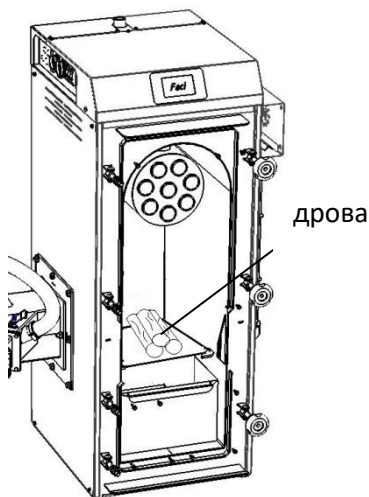
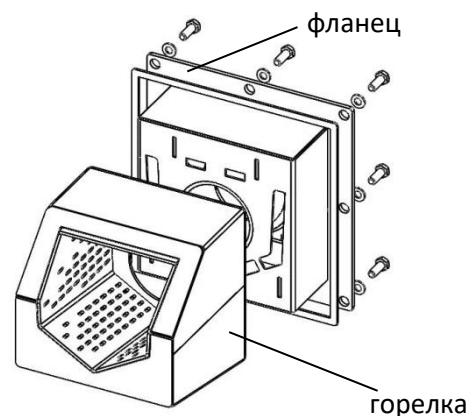

Рис. 29
Рис. 30
- 3.2.4** Снять съемную часть горелки и положить дрова в топку котла(см рис. 29, рис. 30.).